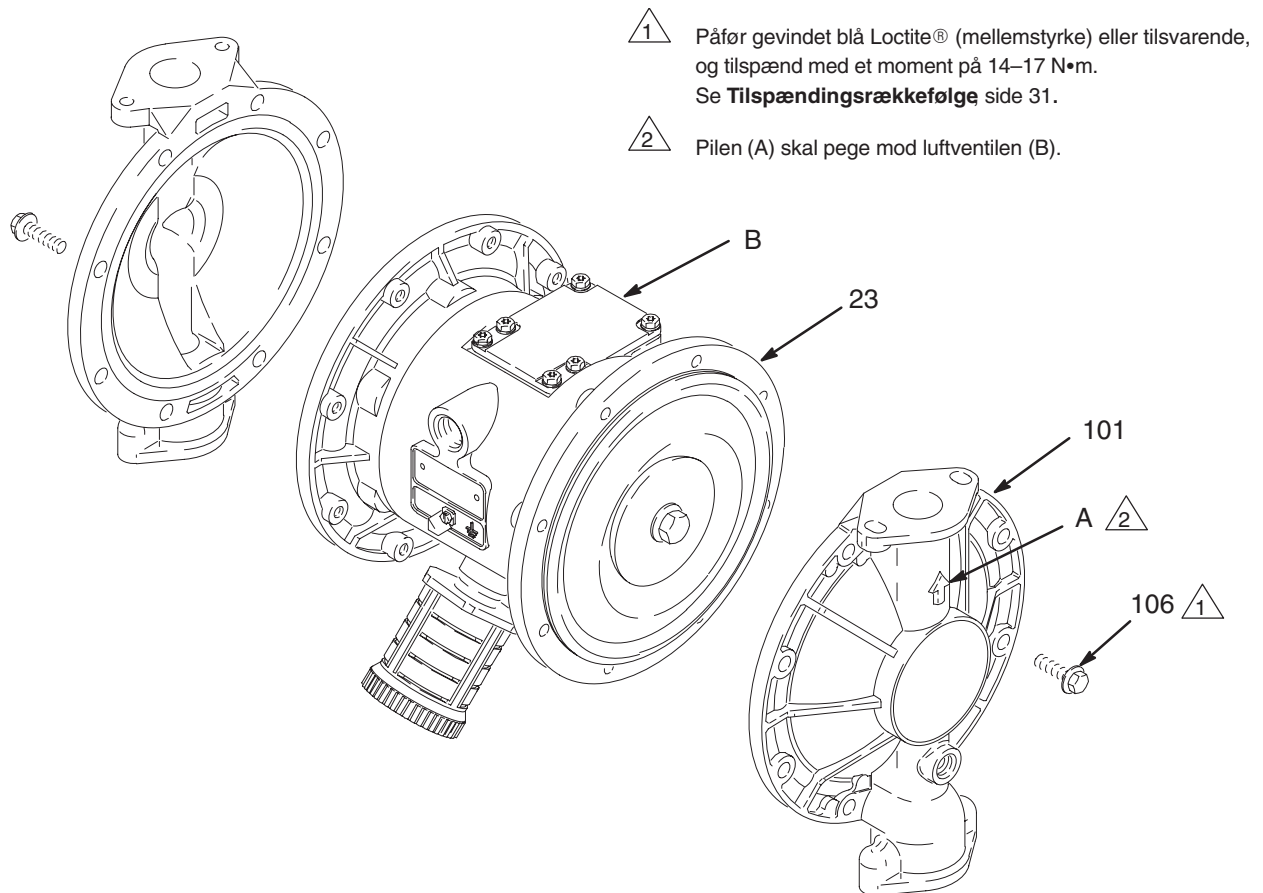

Fig. 13
3. Med en 10 mm topnøgle fjernes de skruer (106), der holder væskedækslerne (101) fast på luftdækslerne (23). Træk væskedækslerne (101) af pumpen. Se Fig. 13.
- c. Kun på PTFE-modeller monteres PTFE-membranen (403*). Sørg for at den side, der er mærket AIR SIDE, vender mod midterhuset (1).
- d. Monter membranen (401*) på boltene. Sørg for at den side, der er mærket AIR SIDE, vender mod midterhuset (1).
- e. Monter membranpladen på luftsiden (104) på boltene således, at den afrundede side vender mod membranen (401). Denne plade anvendes på alle modeller og er præget med delnummer:
- f. Påfør boltens (107) gevind blå Loctite® (mellemstyrke) eller tilsvarende. Skru boltene på akslen (24) med fingrene.
3. Smør fedt langs membranakslen (24) og dennes ender, og skub den gennem huset (1).
5. Hold en af akselboltene (107) med en nøgle, og tilspænd den anden bolt med et moment på 27–34 N•m ved maks. 100 omdr./min.
6. Anbring væskedækslerne (101) og midterhuset (1) således, at pilene (A) på dækslerne vender i samme retning som luftventilen (B). Påfør skruernes gevind (106) blå Loctite® (mellemstyrke) eller tilsvarende. Spænd dækslerne med skruerne med fingrene. Se Fig. 13. Brug en topnøgle på 10 mm. Tilspænd skruerne skiftevis og ensartet med et moment på 14–17 N•m. Se **Tilspændingsrækkefølge**, side 31.